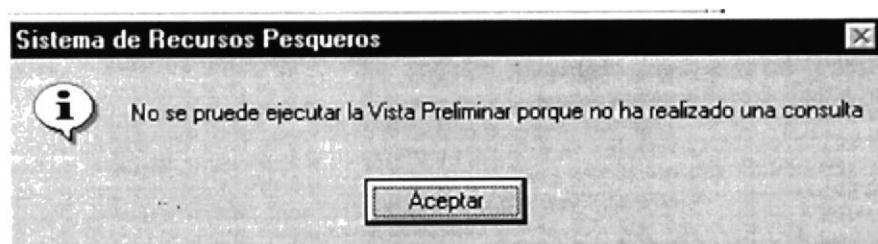

Figura 11.16 Mensaje de consulta no realizada
3. Si da click en el botón de vista preliminar sin haber realizado la consulta le aparecerá el siguiente mensaje (ver figura 11.16)